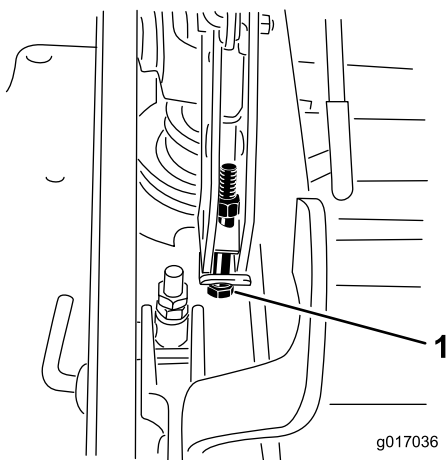

Figura 92
13. Si la carcasa está demasiado baja, apriete el perno del ajuste de un solo punto girándolo en sentido horario. Si la carcasa está demasiado alta, afloje el perno del ajuste de un solo punto girándolo en sentido antihorario (Figura 92).